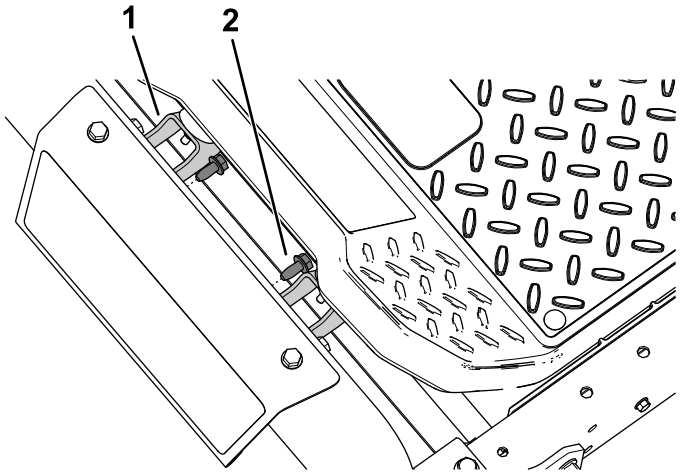

Bild 1
1. Wenn Sie eine Maschine mit einer **MyRide™ Plattform haben**, entfernen Sie die zwei vorhandenen Gewindeschrauben (5/16" x 3/4"), mit denen die Stoßstangenhalterungen befestigt sind (**Bild 1**).